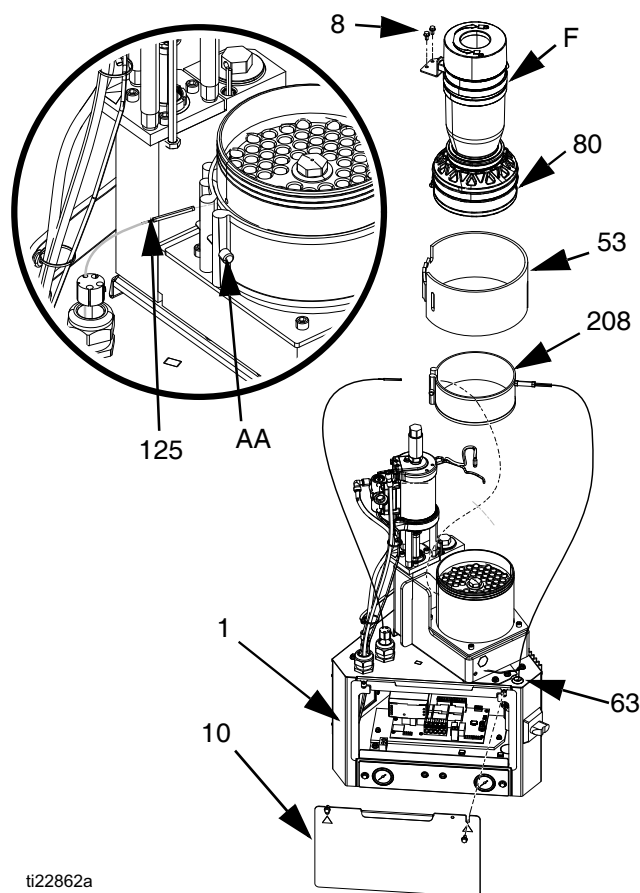
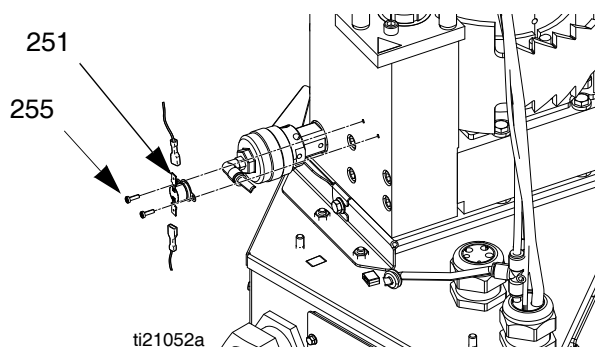

FIG. 39
FIG. 41
6. Anslut luftröret till luftmotorn (218).
7. Anslut kabeln till fyllningssensorn i fyllningssensorn (20).
9. Installera tratten (FF) och dra sedan åt klämman (81).
10. Installera temperatursensorn (125) i smältaren och dra sedan åt skruven (AA) på bandvärmaren. Se FIG. 39 på sidan 67.
11. Installera isolatorerna (53, 75) på smältarenheten (5).
12. Anslut ringkontakten för jord (87) och jordskruven (88) i smältarenheten (5).
13. Anslut kontakterna till övertemperaturbrytaren (251). Se FIG. 41 på sidan 69.
14. Montera smältarens metallhölje (27) med muttrarna (3).
15. Dra avlastningsventilens luftslang (36) genom metallhöljet och fäst sedan luftslangen på avlastningsventilen (245).
16. Installera åtkomstluckan (10) på elskåpet (1).
18. Koppla in alla uppvärmda slangar på smältarutloppets fördelningsrör (203).
Demontering (se FIG. 39):
Återmontering (se FIG. 39):
6. Installera den elektriska kapslingens åtkomstlucka (10). Se FIG. 39.
7. Använd klämman (80) och skruvarna (8) för att installera trattenheten (F) på smältarenheten. Kontrollera att gummihuset sitter helt på plats på smältaren så att påfyllning kan göras korrekt. Dra åt bandklämmorna till 2,8 Nm (25 in-lbs).
8. Installera smältarens tygisolator (53).
10. Lossa kontakterna från övertemperaturbrytaren (251). Se Fig. 41 på sidan 69.
11. Dra ut kabeln från den elektriska kapslingen och kassera sensorn (125) och kablarna.
1. Dra upp det nya kablaget genom genomföringen (63) ovanpå den elektriska kapslingen.
2. Anslut ledningskopplingarna till övertemperaturbrytaren (251). Se Fig. 41 på sidan 69.
3. Placera bandvärmarens temperatursensor (125) i smältaren.
4. Dra åt skruven (AA).
6. Installera elskåpets åtkomstlucka (10). Se Fig. 39 på sidan 67.
7. Installera smältarens tygisolator (53).
Demontering (se FIG. 41):
Återmontering (se FIG. 41):
2. Vid byte av smältarens värmarkolvar (209), **Ta bort smältarenheten.** Se sida 65.
4. Om du ska demontera pumpens värmarkolv (271):
- a. Ta bort luftslangen (36) från avlastningsventilen (245). Dra ut luftslangen genom metallhöljet (27).
- b. Skruva bort muttrarna (3) och ta bort höljet (27).